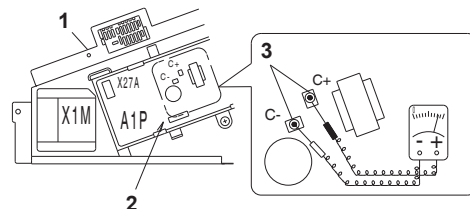

Bild 1
- Efter öppning av reglerboxens lock ska spänningen mätas över de punkter som visas i **bild 1** på kretskortet (utan att vidröra strömförande komponenter) för kontroll av att spänningen inte överstiger 50 volt likspänning.